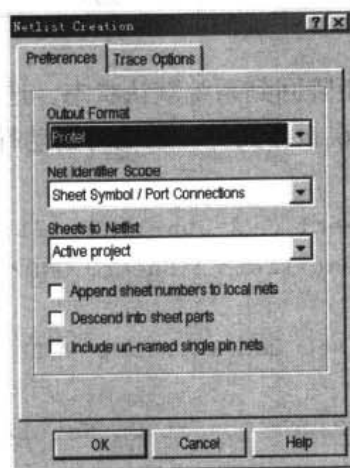

图 7-7 Netlist Creation（生成网络表）对话框
- (1) 打开准备产生网络表的原理图文件并执行菜单命令 Design|Create Netlist，系统将弹出如图 7-7 所示的 Netlist Creation 对话框，即根据网络表的输出格式和项目层次结构进行设置。生成网络表对话框包含 2 个选项卡：Preferences 选项卡和 Trace Options 选项卡。现将它们分别进行介绍。